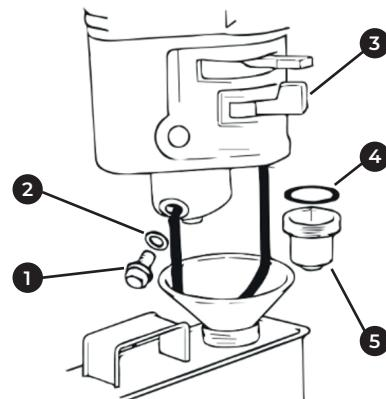

рис. 16.
3. Открутите болт 1 сливного отверстия и слейте топливо из поплавковой камеры карбюратора (Рис. 16).
4. Открутите стакан отстойника 5, вылейте из него топливо в заранее подготовленную емкость (Рис. 16).